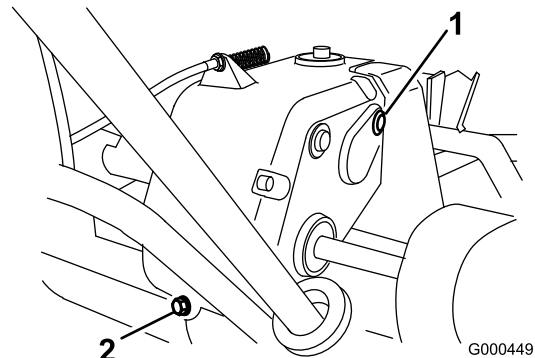

Bild 30
2. Nehmen Sie die Prüf-/Füllschraube aus der rechten Getriebeseite heraus (Bild 30).